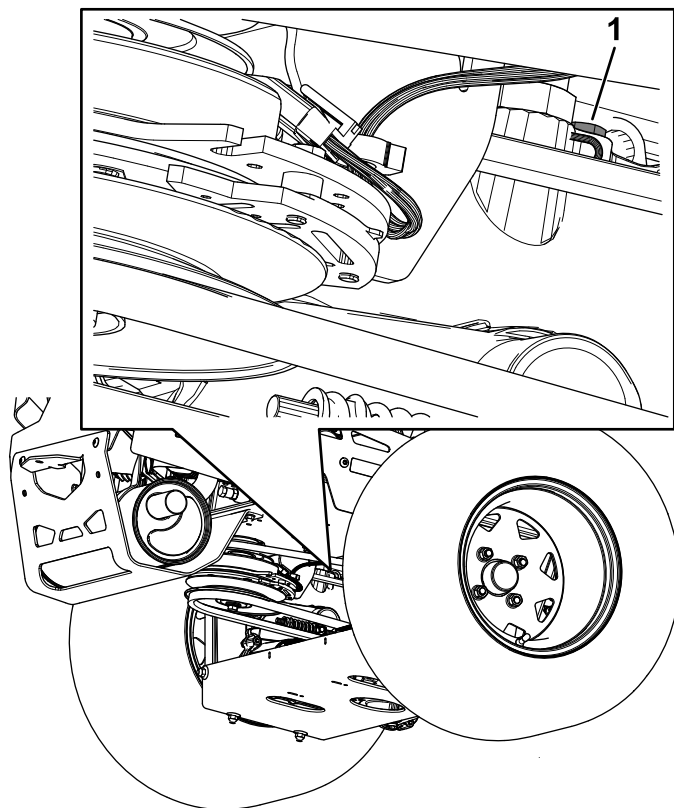

Figura 83
- **Transmisiones hidrostáticas ZT 5400:** utilice una llave de 7/16" para acceder al tapón de ventilación desde debajo de la máquina (**Figura 83**).